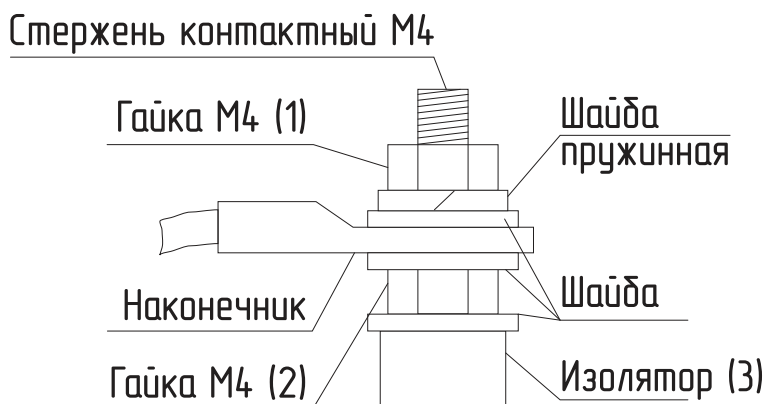

Рис.12 Присоединение проводов к выводам блок ТЭН
- При замене блока ТЭН присоединение фазных проводов к выводам блока ТЭН производить согласно **Рис.12**. Сечение кабеля указано в **Таб.2**;